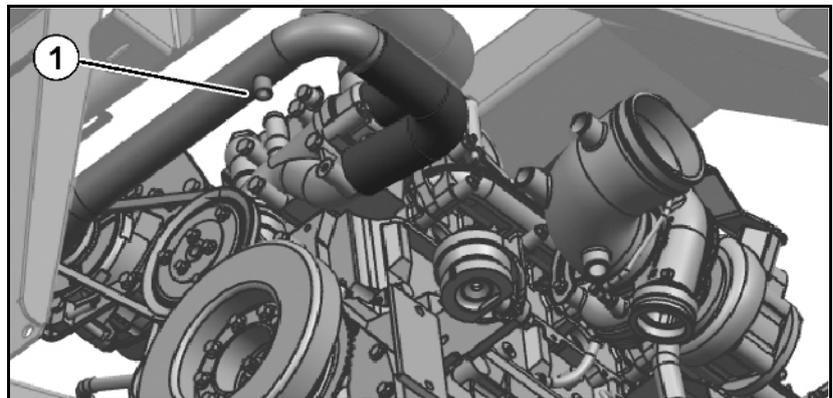

Fig. 170
- Spannrolle (Fig. 170/1) mit Steckschlüssel (Fig. 170/3) in Pfeilrichtung drücken bis ein Haltestift $\varnothing 6\text{mm}$ (Fig. 170/4) in der Montagebohrung fixiert werden kann.
Keilrippenriemen (Fig. 170/2) ist jetzt spannungsfrei.
- Keilrippenriemen (Fig. 170/2) zuerst von der kleinsten Rolle bzw. von der Spannrolle abziehen.
- Neuen Keilrippenriemen (Fig. 170/2) auflegen.
- Keilrippenriemen mittels Spannrolle und Steckschlüssel (Fig. 170/3) neu spannen. Prüfen, ob der Keilrippenriemen richtig in seiner Führung aufliegt.